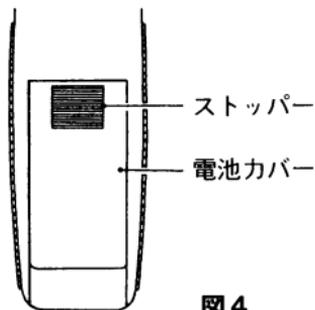

図 4
2) 図 4 において、本器背面にある電池カバーのストッパーを指で強く押し、手前に引き抜くようにして電池カバーをはずします。